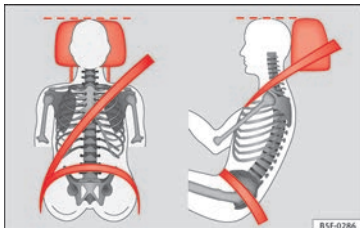

Fig. 94 Poggiatesta posizionato correttamente, vista frontale e laterale.
- Regolare il poggiatesta portandone il bordo superiore alla stessa altezza della parte superiore della testa, almeno all'altezza degli occhi » **fig. 94**.